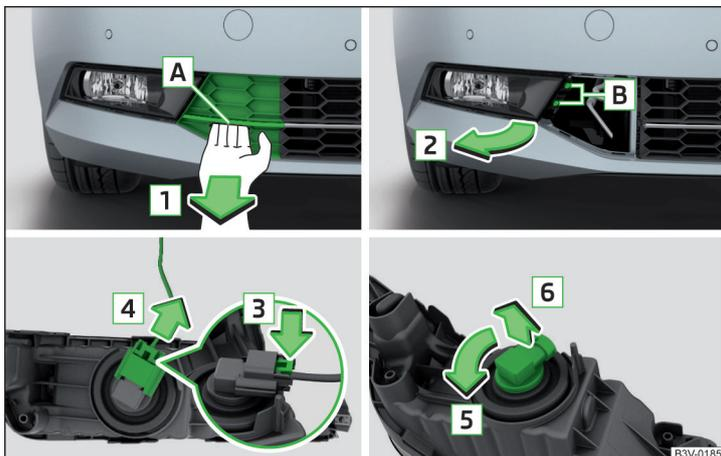

Fig. 274 Démontage du feu antibrouillard/remplacement de l'ampoule
- Pour remonter le phare antibrouillard, l'insérer dans le sens de la flèche **2** » fig. 274 et le visser à fond.